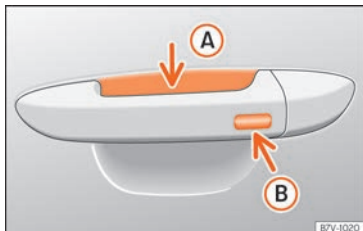

Abb. 150 Türgriff: Sensorflächen.
- Halten Sie einige Sekunden lang einen Finger über die Verriegelungssensorfläche »» Abb. 150 (B) am Türgriff, damit das Dach geschlossen wird. Wenn Sie die Sensorfläche nicht mehr berühren, wird die Schließfunktion unterbrochen.